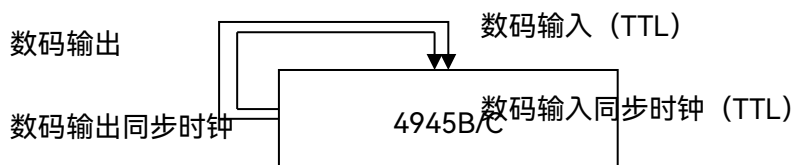

图 7.17 数字序列发生与误码分析特性测试
- (1) 如图 7.17 连接 4945B/C 后面板的数码输出与数码输入、数码输出同步时钟与数码